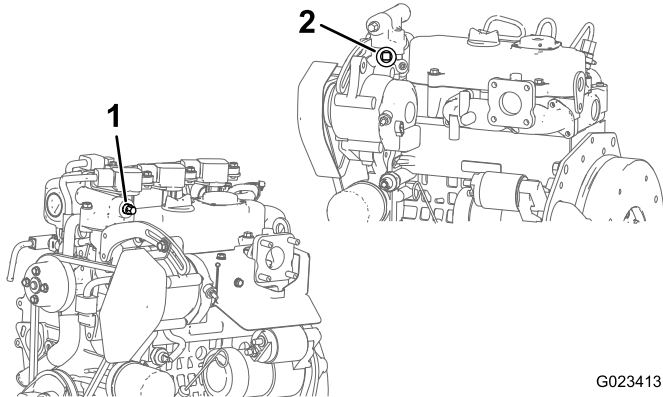

Figura 10
1. Rimuovete il tappo o il microinterruttore della temperatura, a seconda del tipo di motore sulla macchina (Figura 10).
- Per motori a gas: togliete il tappo nel vano del termostato e installate il raccordo diritto da 5/8 poll. con un morsetto senza fine (Figura 10).
- Per motori diesel: rimuovete il microinterruttore della temperatura dal vano del termostato e montate un raccordo a T (Figura 10).